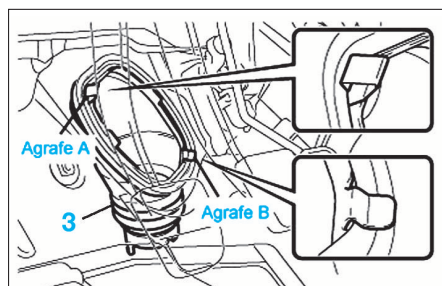

FIG. 8
- Desserrer la vis (1) et déposer la vis (2) pour détacher le sous-ensemble de joint de cardan.
- Déposer le cache (3) en prenant garde de ne pas endommager les agrafes (A) et (B) (fig. 8).